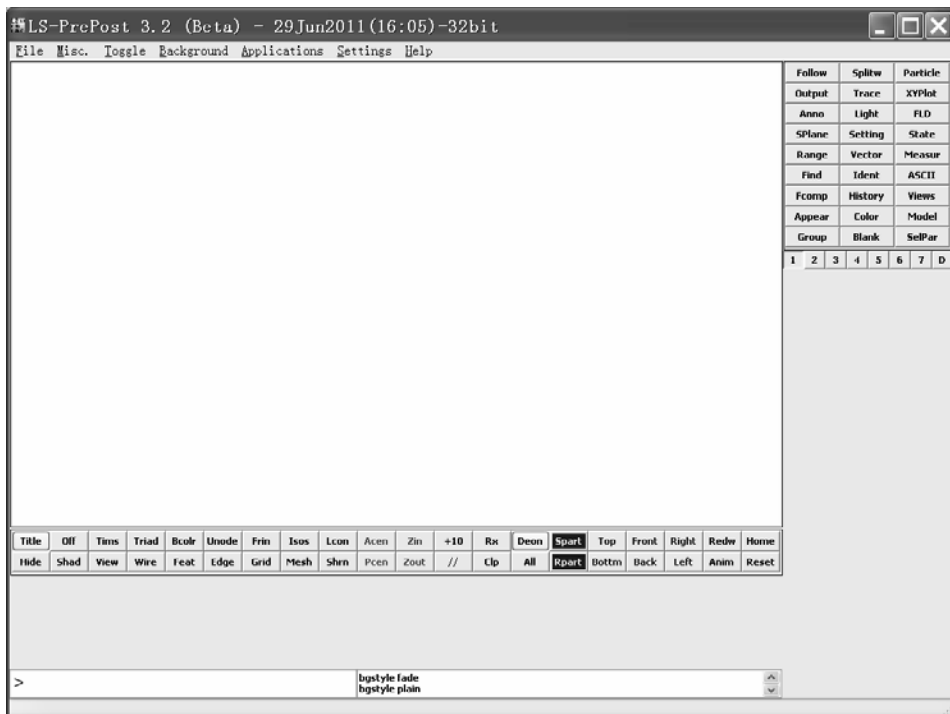

图 4-65 LS-PREPOST 操作界面
(2) 单击 LS-PREPOST 操作界面上部的“Background”下拉菜单,再单击“Plain”,将背景变为白色(见图 4-65)。